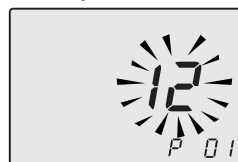

Figura 5.34
- Utilizzando i tasti 12 o 13 è possibile modificare il valore del parametro 01 (Figura 5.34).